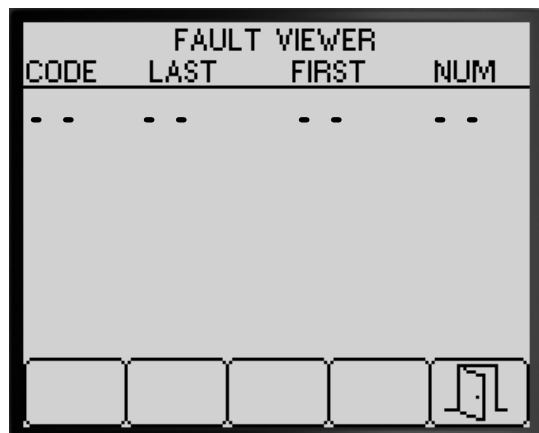

Figura 87
- El visor permite revisar los fallos generados por el sistema de fumigación (Figura 87).
- Pulse el botón 5 para salir de la pantalla FAULT VIEWER (visor de errores) y volver a la pantalla DIAGNOSTIC (diagnósticos) (Figura 87).
- Pulse el botón 5 para salir de la pantalla ACERCA DE y volver a la pantalla DIAGNOSTIC (diagnósticos) (Figura 87).